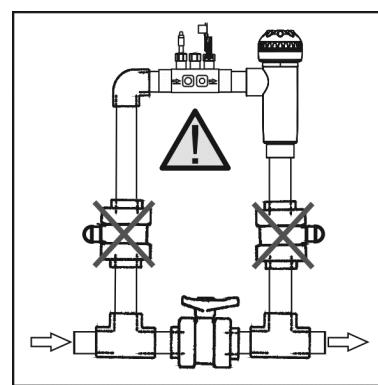

Fig. 4
1. Colocar el collarín suministrado en un tramo de la tubería situado a la entrada de la célula de electrolisis. El collarín deberá instalarse siempre en posición horizontal al suelo (ver Fig. 4).
1. Encolar el porta-sondas suministrado en un tramo de la tubería situado a la entrada de la célula de electrolisis. El porta-sondas deberá instalarse siempre en posición horizontal al suelo (ver Fig. 4), de forma que las entradas roscadas (1/2" - 3/8") queden siempre accesibles para la posterior instalación del inyector de la bomba dosificadora y la toma de tierra (opcional).